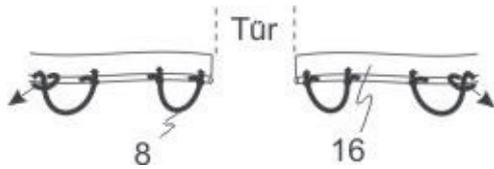

Abb. 8.1
Durch die Gummiseile (8) wird der Cabrio Dome auf dem Schwimmbecken verspannt! (Abb. 8.1)